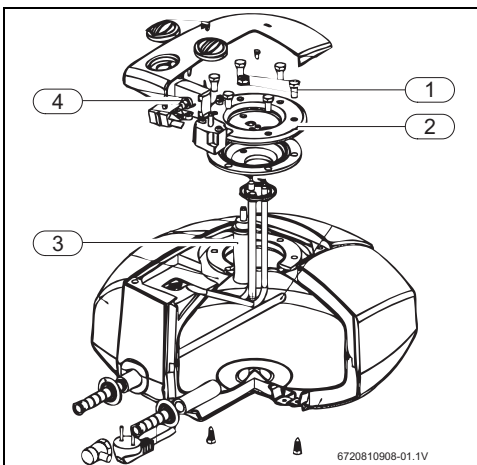

Рис. 14 Доступ во внутреннее пространство и обозначение деталей
- ▶ Отверните крепёжные винты фланца (→ рис. 14, [1]).
- ▶ Снимите фланец (→ рис. 14, [2]).
- ▶ Проверьте магниевый анод (→ рис. 14, [3]).
- ▶ Полностью нажмите кнопку разблокировки (→ рис. 14, [4]).